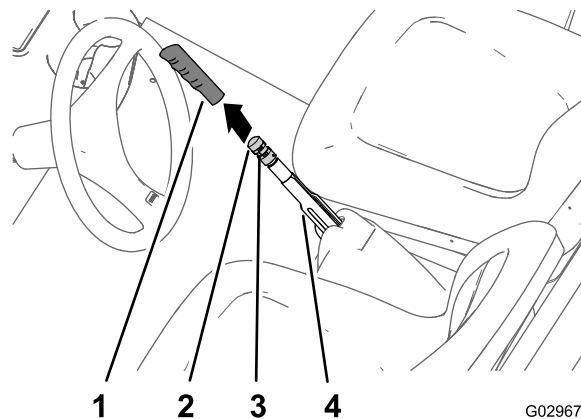

Figura 67
1. Retire a pega da alavanca do travão de estacionamento (Figura 67).
2. Desaperte o parafuso de afinação que fixa o manípulo de ajuste do travão à alavanca do travão de estacionamento (Figura 67).
3. Rode o manípulo de ajuste do travão até que 133 a 156 N seja alcançado para engatar a alavanca do travão de estacionamento (Figura 67).
4. Aperte o parafuso de afinação e instale a pega (Figura 67).
2. Desaperte o parafuso de afinação (Figura 67) que fixa o manípulo de ajuste do travão à alavanca do travão de estacionamento, desengate o travão de estacionamento e desaperte o manípulo de ajuste do travão.
5. Rode o manípulo de ajuste do travão (Figura 67) até que 133 a 156 N seja necessário para engatar a alavanca do travão de estacionamento.
- C. Rode o manípulo de ajuste do travão (Figura 67) até que 133 a 156 N seja necessário para engatar a alavanca do travão de estacionamento.
- Aperte o parafuso de afinação e instale a pega (Figura 67).